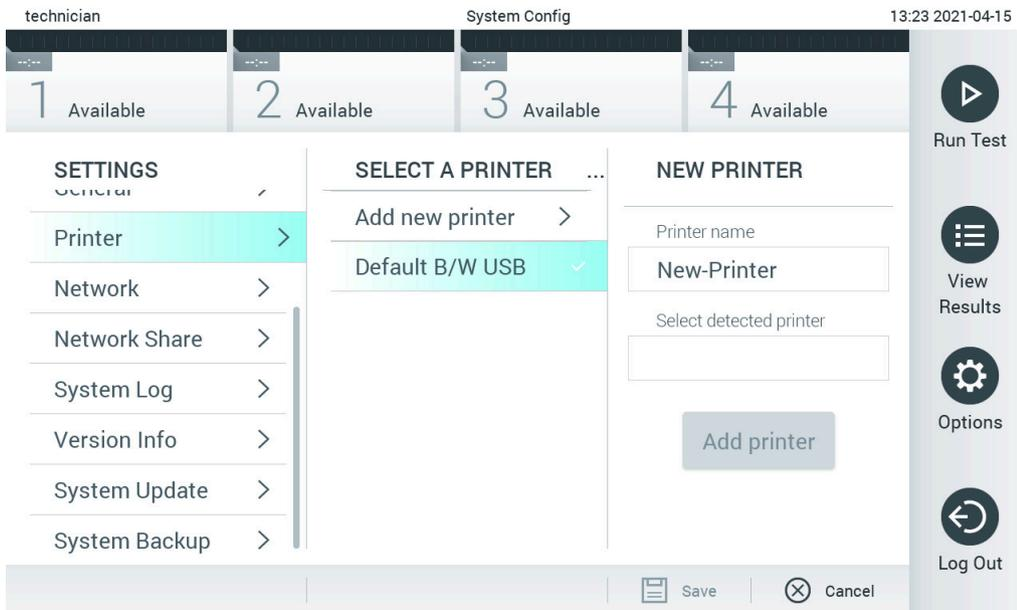

Abbildung 101. Druckerinstallation mit Treiberinstallation
5. Klicken Sie auf **Add Printer** (Drucker hinzufügen) (Abbildung 101).